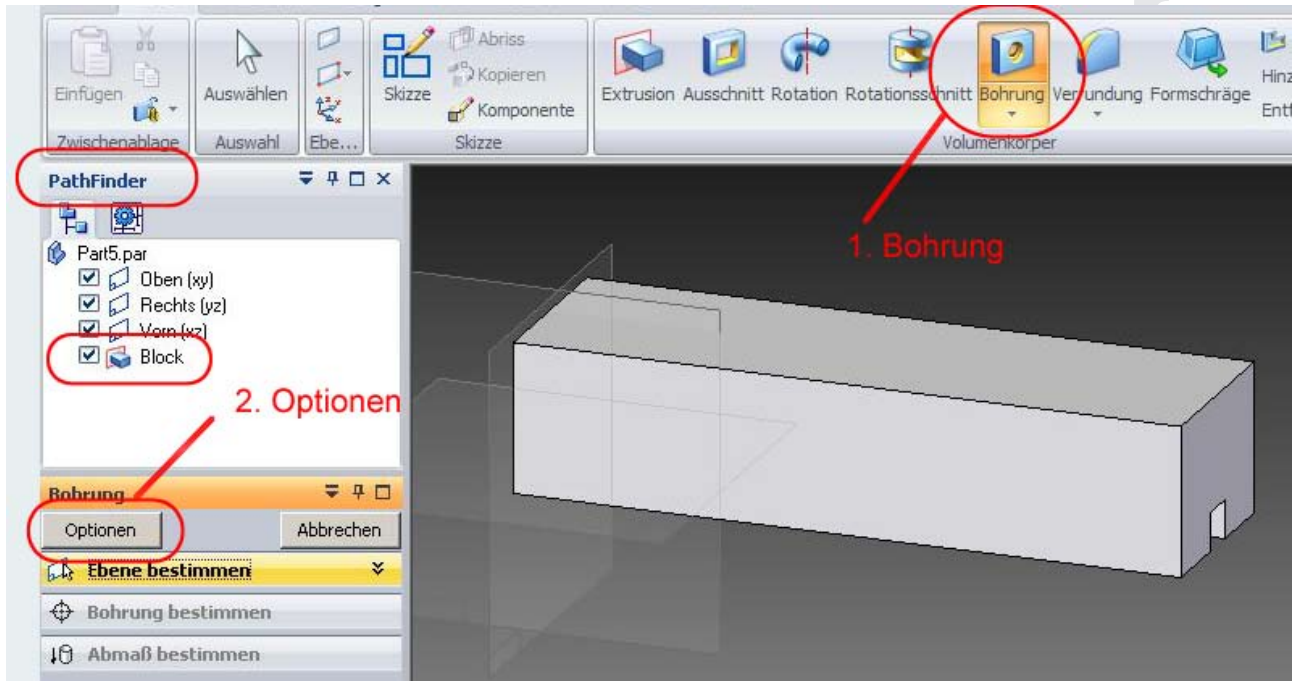

Abb.16 Die fertige Extrusion
Bei Fehlern in der Extrusion, klicken Sie im PathFinder mit der rechten Maustaste auf die Extrusion *-Block-* (siehe Abb. 16). Sie können dann im Kontextmenü *-Profil bearbeiten-* wählen, um Ihr Profil gegebenenfalls zu korrigieren. Anschließend klicken Sie wieder auf den grünen Haken und auf *-Fertig stellen-*.
28. In der Gruppe *-Volumenkörper-* die Schaltfläche *-Bohrung-* wählen (Abb. 16 1) und im Feld *-Bohrung-* die Schaltfläche *-Optionen-* anklicken (Abb. 16 2).